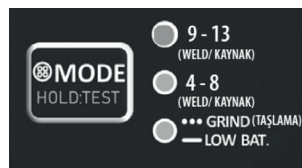

Figura 1
- È possibile testare le impostazioni di oscuramento tenendo premuto il pulsante Test mostrato nella Figura 1. Il casco tornerà alla modalità normale quando si rilascia il pulsante.